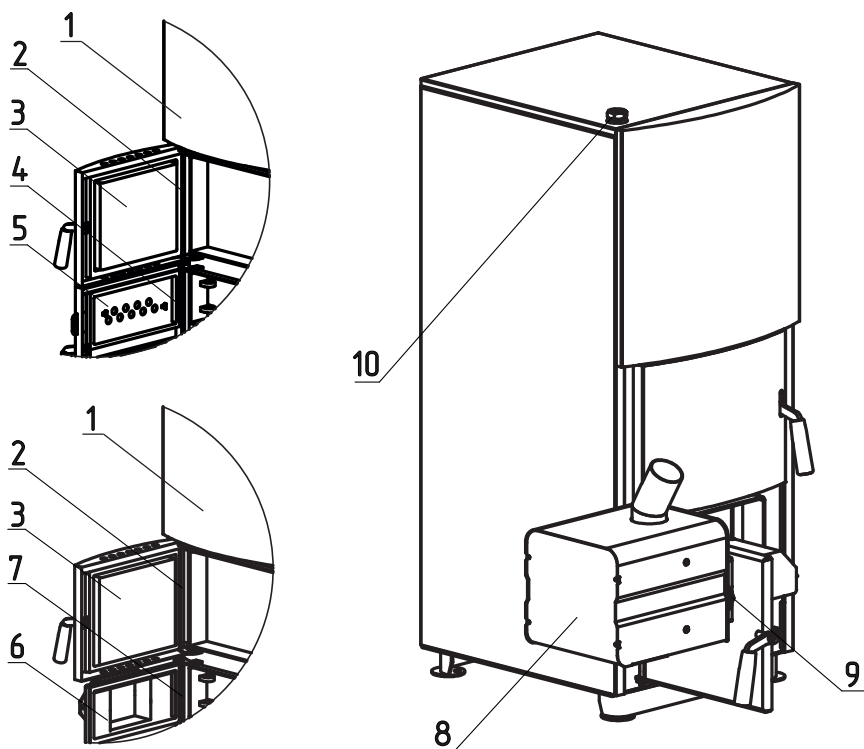
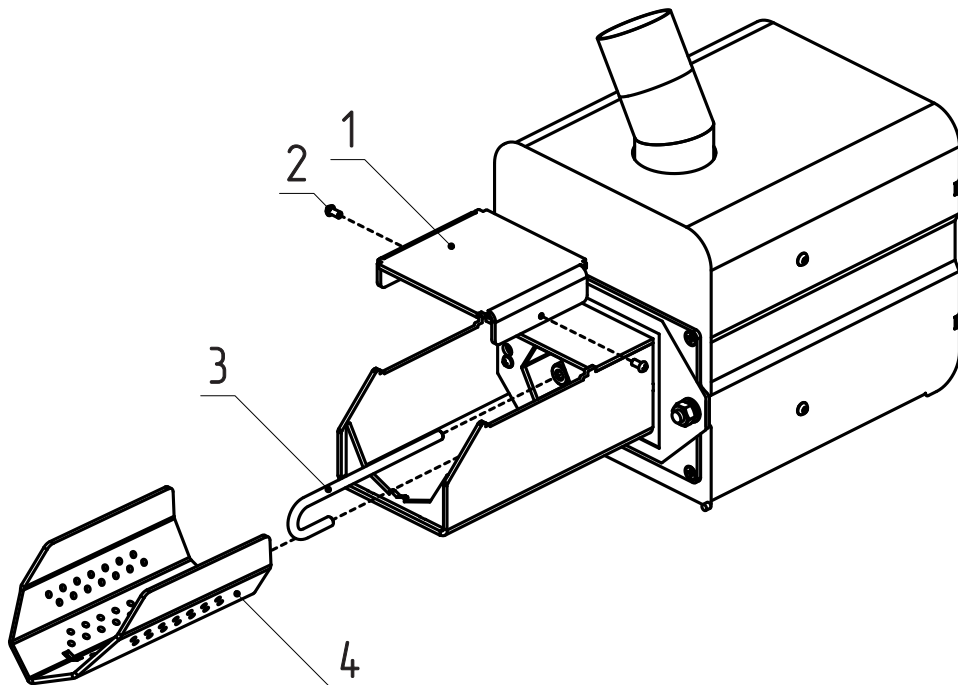

Рис. 9 Порядок установки двери на твердотопливные котлы ZOTA Mix 40 и ZOTA Mix 50
Рис. 12 Порядок сборки горелки
- Снимите панель (Рис.9, поз.1), извлеките ось (Рис.9, поз.2) и снимите дверцу загрузочную (Рис.9, поз.3).
- Затем извлеките ось дверцы зольной (Рис.9, поз.4) и снимите зольную дверцу (Рис.9, поз.5).
- Далее установите адаптер горелки (Рис.9, поз.6) и зафиксируйте его осью (Рис.9, поз.7).
- Установите дверцу загрузочную (Рис.12, поз.3), установите ось загрузочной дверцы (Рис.9, поз.2) и установите на место панель (Рис.9, поз.1).
- Установите горелку (Рис.9, поз.8) на котел и зафиксируйте ее гайками (Рис. 9, поз. 9).
- Для установки гильзы под датчики температуры и перегрева снимите пробку или тягорегулятор (если установлен) и установите гильзу (Рис.9, поз.10) в освободившееся отверстие.
- Установите съёмную чашу топки (Рис.12 поз.4) в лоток горелки;
- Закрутите шуровку (Рис.12 поз.3) как показано на рисунке 12;
- После установки пеллетной горелки на котёл, установите съёмный отбойник (Рис.12 поз.1) и закрепите его фиксирующими болтами (Рис.12 поз.2).